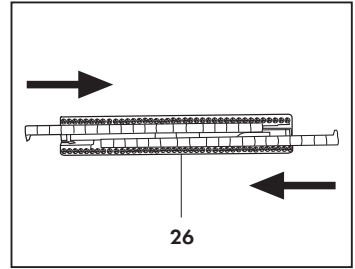

Abb. 15
Zur Montage der Borstenleiste (26) für Teppichböden und Teppiche, die steifen Bürsten mit nach innen gerichteten Lappchen in die dazu bestimmten Führungen schieben (**Abb. 15**).